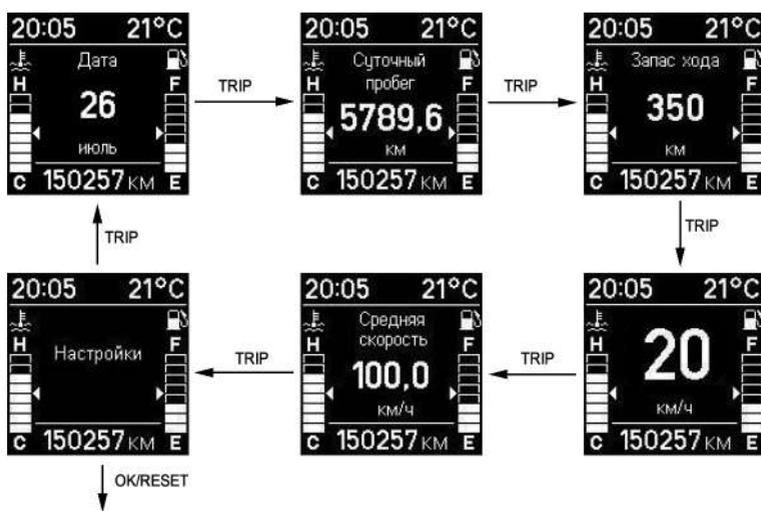
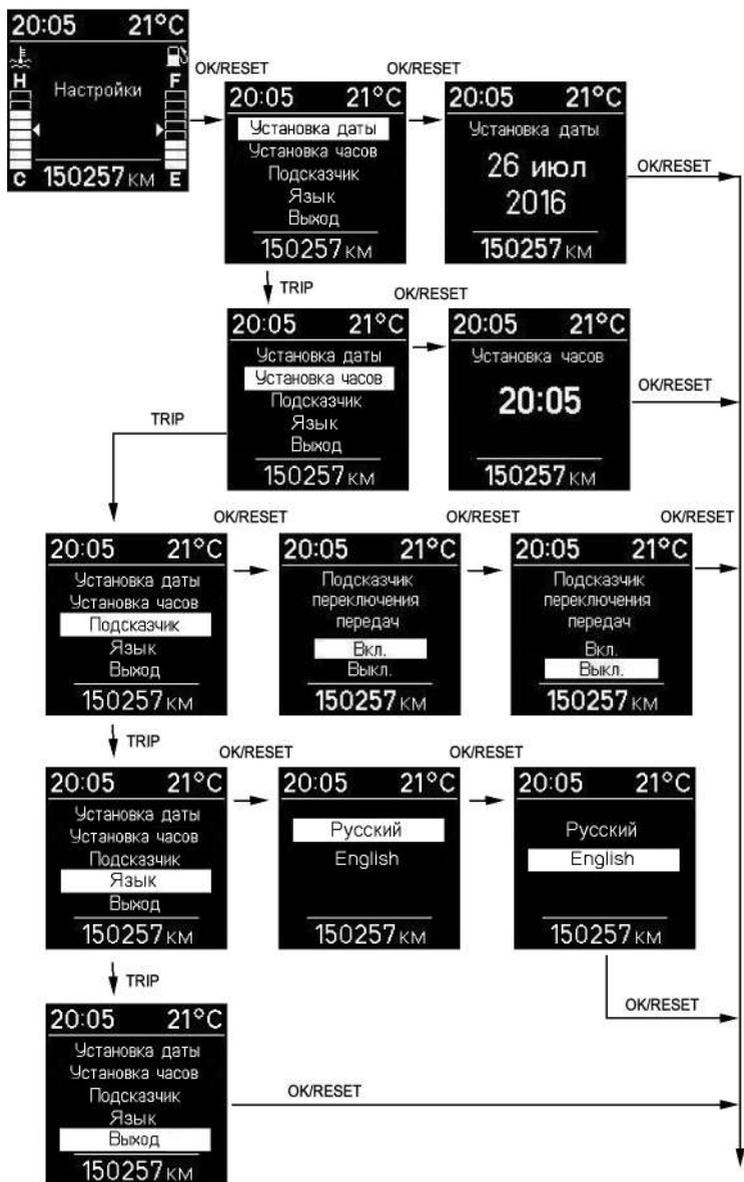

Рис. 3.7. Алгоритм управления индикацией на ЖК-дисплее
Рис. 3.8. Алгоритм установки параметров маршрутного компьютера
Выбор функций бортового компьютера (рис. 3.7):
- суточный пробег автомобиля. Сброс показаний счетчика суточного пробега производится продолжительным (более 2 с) нажатием на кнопку 2 (рис. 3.7) или 1 «OK/Reset» (рис. 3.8);
Вход в режим установки параметра, выбор параметра (рис. 3.8):